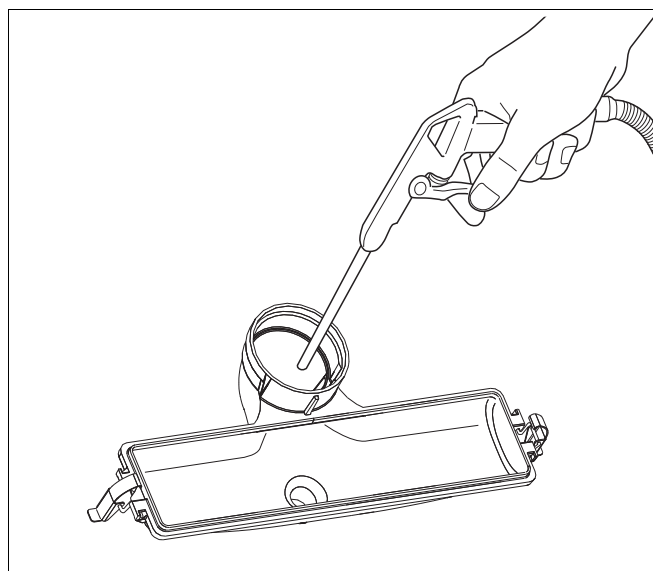

Fig. 116 Curățați vana de condensat
- Curățați vana de condensat în mod mecanic (cu aer comprimat sau cu o perie moale) și clatiți-o cu apă curată (fig. 116).